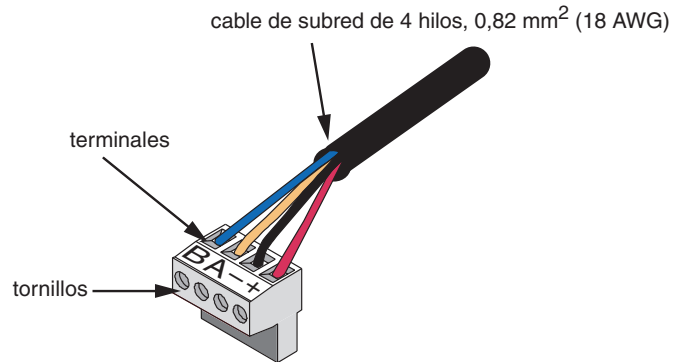

Figura 4: Instalación de los hilos del enchufe del conector de la subred
3. De la misma manera, sujete los hilos en los otros tres terminales A, - y + (vea la Figura 4).